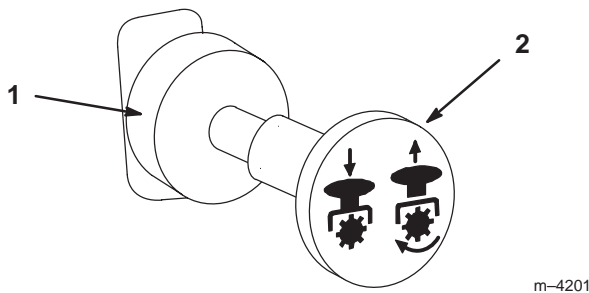

Figure 14
3. Tirez sur la commande de prise de force (PDF) pour l'engager (Fig. 14).
1. Repoussez la commande de PDF à la position désengagée pour la débrayer (Fig. 14).